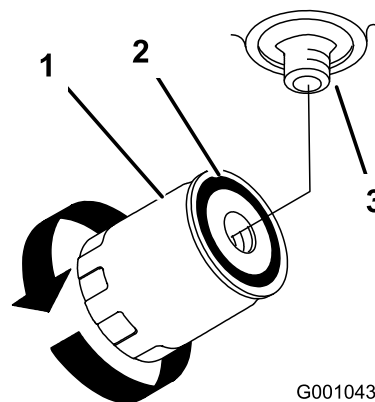

Figure 70
5. Déposez le filtre usagé et essuyez la surface du joint de l'adaptateur (Figure 70).
9. Quand le filtre hydraulique est plein, tournez le filtre dans le sens horaire jusqu'à ce que le joint rejoigne l'adaptateur, puis donnez 1/2 tour supplémentaire (Figure 70).